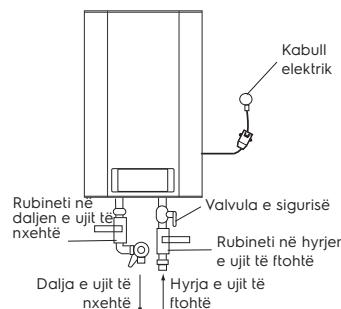

Fig. 9
3. Valvula e sigurisë duhet tē instalohet në portin e hyrjes së ujit (shih fig. 9).